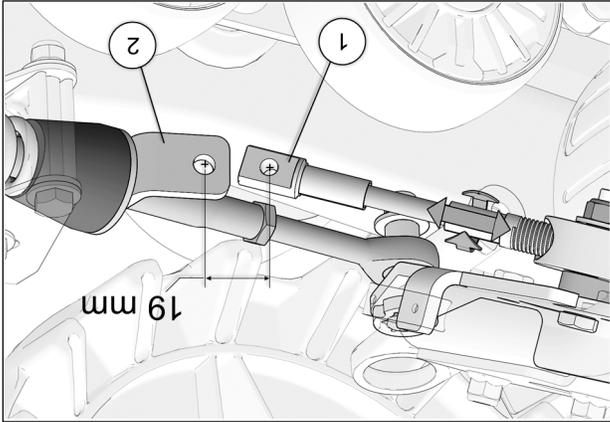

Fig. 26
16. Tourner le volant du véhicule au maximum de la course du côté gauche. En maintenant une pression au volant, ajuster le câble (en vissant ou dévissant pour ajuster la longueur). Voir la Fig. 26
17. Obtenir une distance de 19 mm [$\frac{3}{4}$ po.] du centre de l'extrémité du câble (1) au centre de l'extrémité du support de fixation (2). Voir la Fig. 26